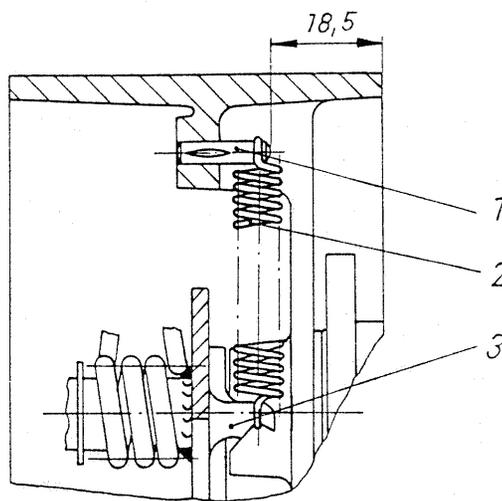

Fig. 165. Installation du tenon à encoche pour l'arrêtage de changement de vitesses
- 2 goupilles cylindriques 8 x 20 (8) doivent être enfoncées pour l'arrêtage du couvercle d'embrayage.
- Enfoncer la goupille cylindrique 8 x 45 (3) comme butée du ressort de rappel vers l'arbre de changement de vitesses à partir de l'intérieur jusqu'à ce que la goupille se termine au ras de la surface de carter dans la chambre d'embrayage.
- Chasser la goupille à encoche à collier B 4 x 16 pour l'accrochage du ressort d'arrêt du changement de vitesses (observer fig. 165).